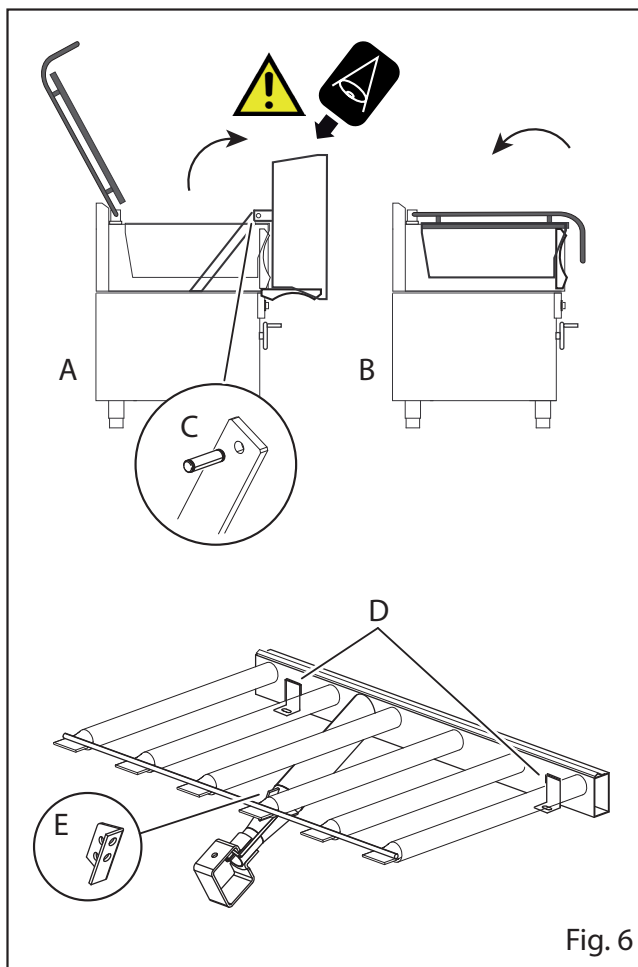

Fig. 6
- Agire sul volantino e portare la vasca in posizione verticale (Fig. 6/A)
- Svitare il fissaggio della prolunga del ribaltatore (Fig. 6/C)
- Svitare la squadretta del corpo pilota e i fissaggi del bruciatore (per es. Fig. 6/D+E)
- Riportare la vasca in posizione orizzontale (Fig. 6/B)
- Svitare il fissaggio del bruciatore e la squadretta del corpo pilota (Fig. 6/D+E)